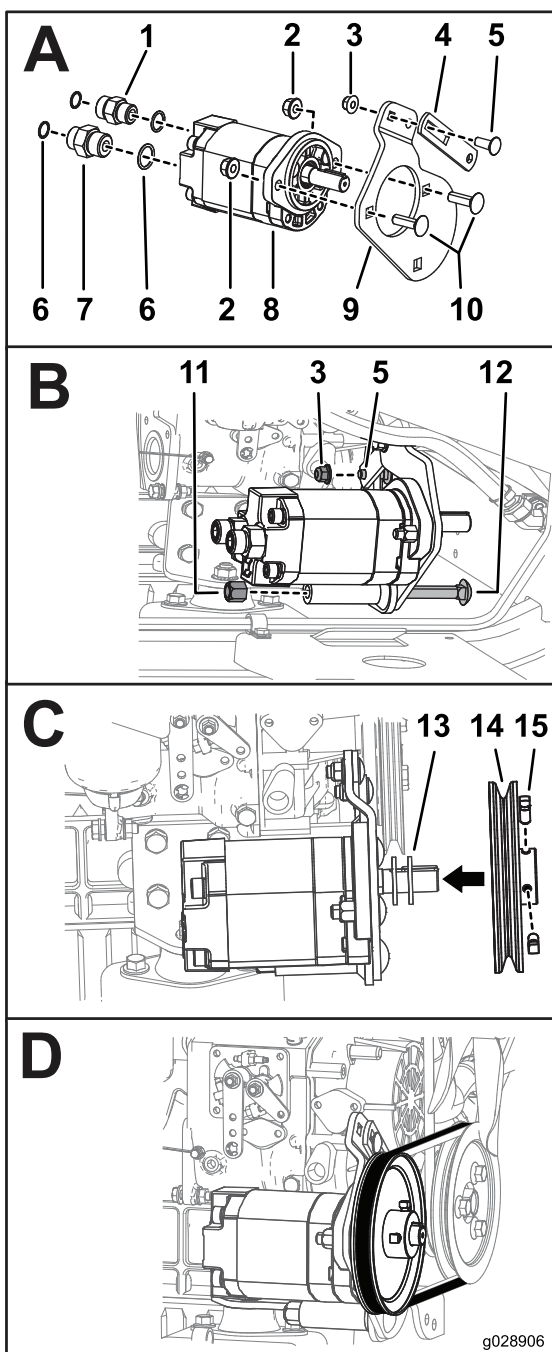

Рисунок 7
3. Установите переходной штуцер (наружная резьба 5/8 x 3/4 дюйма) и уплотнительные кольца в правое отверстие шестеренчатого насоса (вид А на Рисунок 7).
- Установите переходной штуцер (наружная резьба 5/8 x 5/8 дюйма) и уплотнительные кольца в левое отверстие шестеренчатого насоса (вид А на Рисунок 7).
- Установите, не затягивая, рычаг натяжителя на пластину шестеренчатого насоса с помощью одного болта (3/8 дюйма) и одной фланцевой гайки (3/8 дюйма) (вид А на Рисунок 7).
- Установите пластину шестеренчатого насоса на шестеренчатый насос в сборе при помощи двух каретных болтов (7/16 дюйма) и двух контргайк (7/16 дюйма), как показано на виде А на Рисунок 7.
- Установите, не затягивая, узел шестеренчатого насоса на кронштейн при помощи одного каретного болта (1/2 дюйма), одной контргайки (1/2 дюйма), одного болта (3/8 дюйма) и одной фланцевой гайки (3/8 дюйма), как показано на виде В на Рисунок 7.
- Установите две шайбы на шестеренчатый насос в сборе, установите шкив и закрепите его с помощью двух установочных винтов (5/16 дюйма), как показано в части С на Рисунок 7.
- Установите ремень на два шкива, как показано в части D на Рисунок 7.